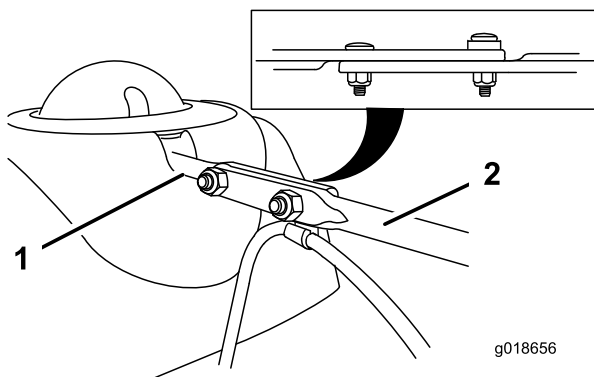

Figure 15
3. Alignez l'extrémité plate arrière de la longue tige d'orientation de la goulotte sur l'extrémité plate avant de la tige courte qui part du panneau de commande de façon à les engager l'une dans l'autre (Figure 15).